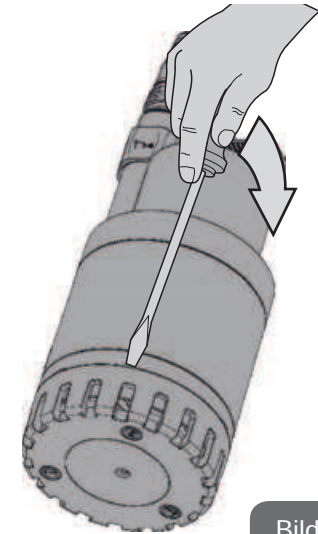

Bild 10
- Das Ansauggitter mit Hilfe eines zwischen Mantel der Pumpe und Ansauggitter als Hebel angesetzten Schraubendrehers aufhebeln (Abb.10).